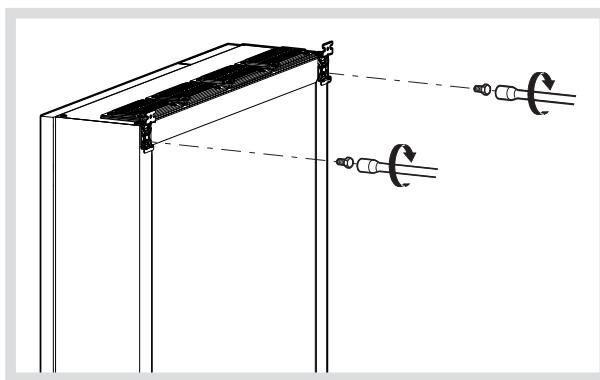

Bild 11: Montage Befestigungslaschen für Hängebefestigung
- 2 Befestigungslaschen zum Einhängen in die Tragschiene rückseitig am Energiespeicher- system oben anschrauben (Bild 11).